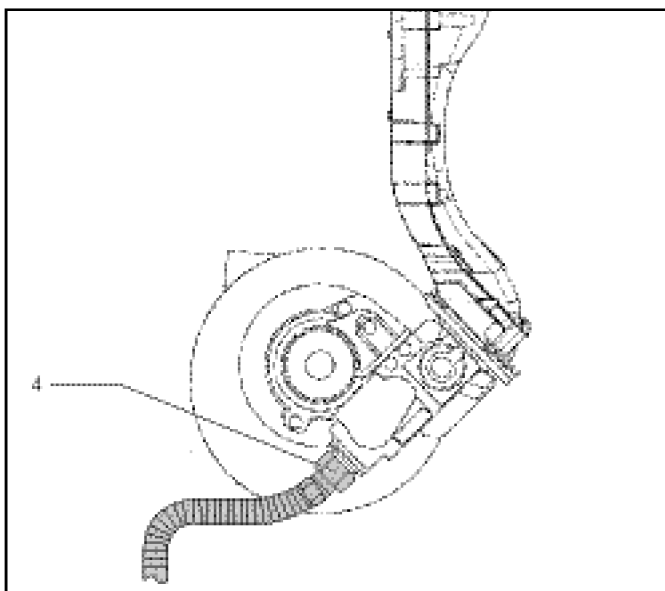

Рис. 7.2 Отсоединение газопровода от газовой арматуры и его подсоединение
- Отсоединить оба штекера линии розжига и линии заземления от электрода розжига (3)
- Отсоединить снизу подводящий газопровод (4) от газовой арматуры (рис. 7.2)
- Подсоединить подающий газопровод (4), установив предварительно новую прокладку 9ET N 98-0012 к газовой арматуре (рис. 7.2) При этом удерживайте газопровод за поверхность, предусмотренную для подсоединения гибкого газопровода ключом
- Подсоединить оба штекера линий розжига и заземления к электроду розжига (3)
- Подсоединить кабель (5) к мотору воздушной заслонки и кабель (6) к газовой арматуре
Проверьте герметичность газовых соединений (4) с помощью аэрозоля для поиска мест утечки газа (рис. 7.2).